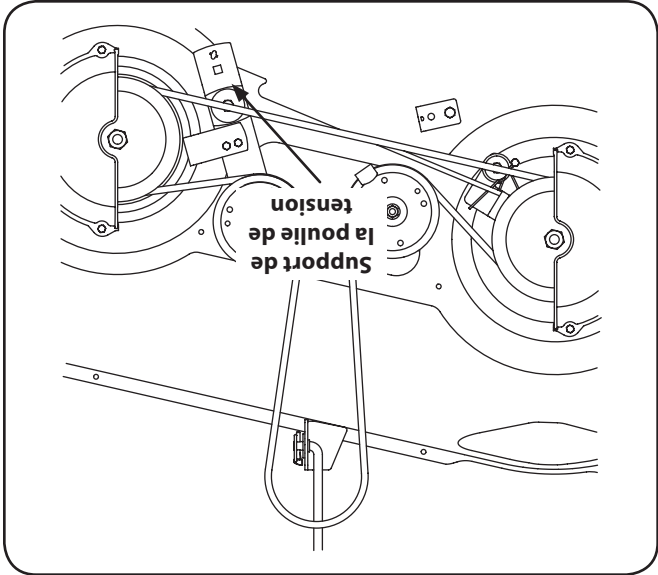

Figure 7-3
- b. Raccordez les barres de relevage du plateau de coupe. Voir la Figure 7-3.
- 6. Sortez la goupille de support du plateau de coupe pour décaler le plateau de la tringle de relevage. Voir la Figure 7-3.